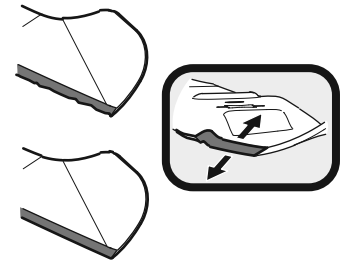

Figure 35
1. Pour aiguiser correctement les lames de coupe, aiguisiez les deux tranchants des lames de façon égale, parallèlement à la voile, à un angle de 25 à 30 degrés. Aiguisiez toujours chaque lame de coupe de façon égale pour assurer l'équilibre des lames. Voir Figure 35.